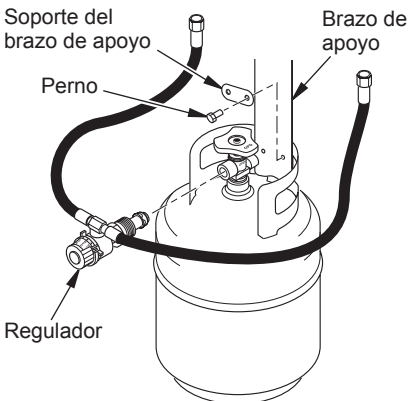

Figura 5 - Instalación del brazo de apoyo y el regulador en el tanque de propano o gas lp
5. **Sólo en los modelos de 30,000 BTU** Fije el calentador al resguardo del cilindro de propano o gas LP con el brazo de apoyo en el interior del resguardo y los pernos en los dos orificios del resguardo (consulte la figura 5). Apriete el soporte del brazo de apoyo en su sitio utilizando las tuercas mariposa que se incluyen.